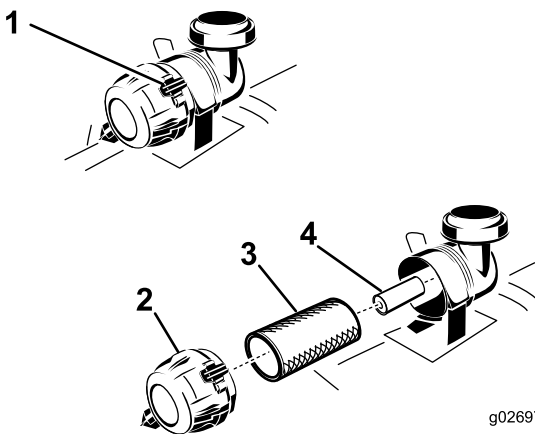

図 36
3. エアクリーナのクランプを外し、ボディーからカバーを外す 図 36。
2. インナーフィルタを交換する場合には、十分に注意しながら、フィルタのボディーに挿入する 図 36。
3. 1次フィルタをゆっくり押し込むようにして安全フィルタの上から取り付ける 図 36。
4. エアクリーナカバーを取りつけるブリーザキャップが下向きになるように、リテーナクランプがカバーに適切にはまるように取り付ける 図 36。
5. 次フィルタをゆっくり引き抜くようにしてエアクリーナのボディーから外す 図 36。